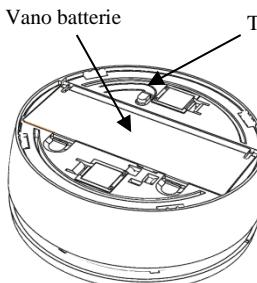

Figura 7
- Trasmettere un messaggio di indirizzo (WRITE) premendo il tamper del rivelatore (*vedere Figura 7*) per almeno 3 secondi (o montare il rivelatore sulla sua staffa di fissaggio) finché il ricevitore del sistema indica che il messaggio da parte del rivelatore è stato ricevuto.